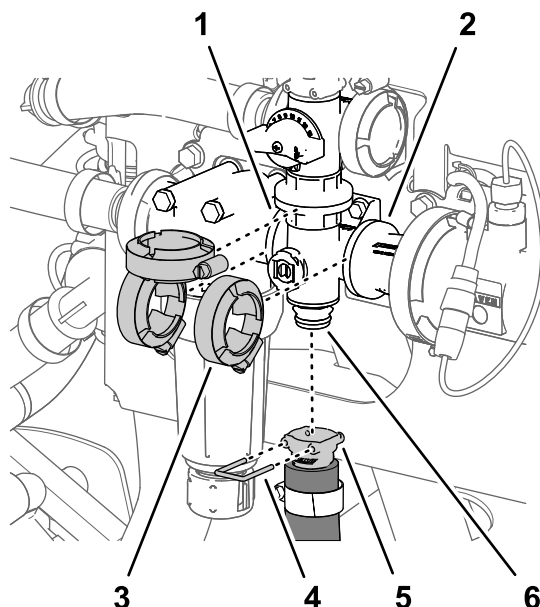
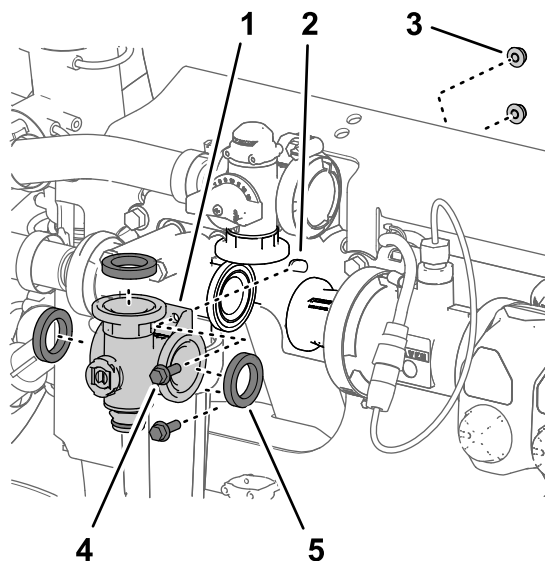

Figure 127
Figure 126
1. Alignez la bride du collecteur de la vanne d'agitation et les 3 joints sur les brides de la vanne de dérivation d'agitation, de la tête du filtre de pression et de l'adaptateur d'accouplement (Figure 126 et Figure 127).
2. Fixez légèrement le collecteur de vanne d'agitation à la vanne de dérivation d'agitation, la tête du filtre de pression et l'adaptateur d'accouplement (Figure 127) à l'aide des 3 colliers bride que vous avez retirés à la section Dépose de la vanne d'agitation du collecteur \(page 88\).
5. Serrez les 3 colliers bride à la main (Figure 127).
6. Fixez le raccord rapide du flexible d'agitation au raccord rapide du collecteur de vanne d'agitation à l'aide de l'étrier de fixation (Figure 127).